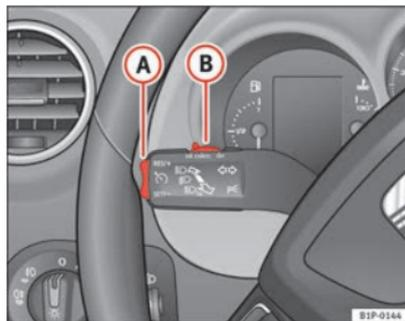

Fig. 132 Alavanca das luzes indicadoras de mudança de direcção e dos máximos: comando e botão basculante para o regulador de velocidade
- Depois de atingida a velocidade que pretende programar, pressione brevemente a parte inferior do botão basculante **SET/SET** ⇒ Fig. 132 **A** uma vez.